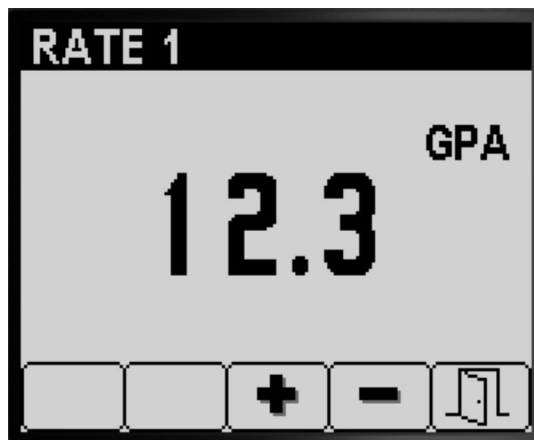

Figura 7
3. Apăsai butoanele 3 sau 4 pentru a crește sau reduce rata pulverizatorului (Figura 7).